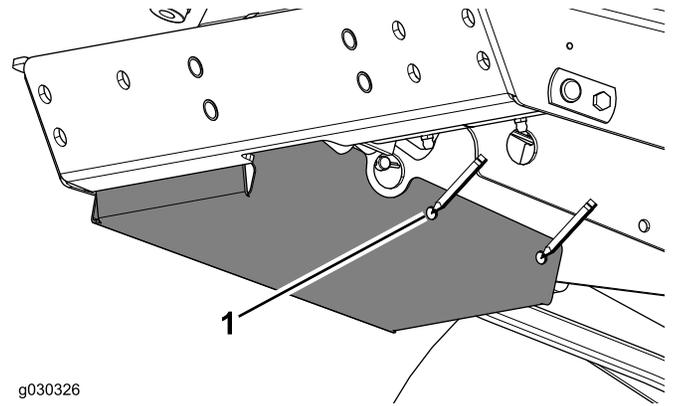

Bild 8
4. Stützen Sie die andere Seite der Pedalabdeckung ab und markieren die Mitte der zwei restlichen Lochstellen an der Maschine (**Bild 8**).